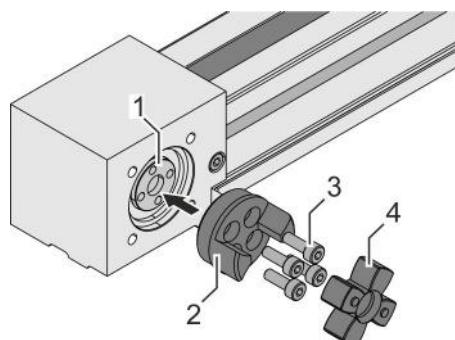

Fig. 22: Montaggio dei mozzi a vite
1. ➤ Posizionare i mozzi a vite (Fig. 22/2) sugli alberi delle cinghia dentata (Fig. 22/1) di entrambe le unità lineari.
2. ➤ Di volta in volta stringere in diagonale 4 viti (Fig. 22/3) in modo alternato:
3. ➤ Inserire le corone dentate (Fig. 22/4) nei mozzi a vite.